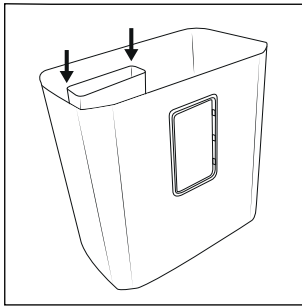

Fig. 1
- ◆ Montez le petit collecteur **10** dans le grand collecteur **12**. Pour ce faire, glissez le petit collecteur **10** le long des rails de guidage dans le grand collecteur **12** vers le bas, jusqu'à ce qu'il s'enclenche entièrement (voir fig. 1).
- ◆ Remontez le petit collecteur **10** dans le grand collecteur **12** (voir fig. 1).